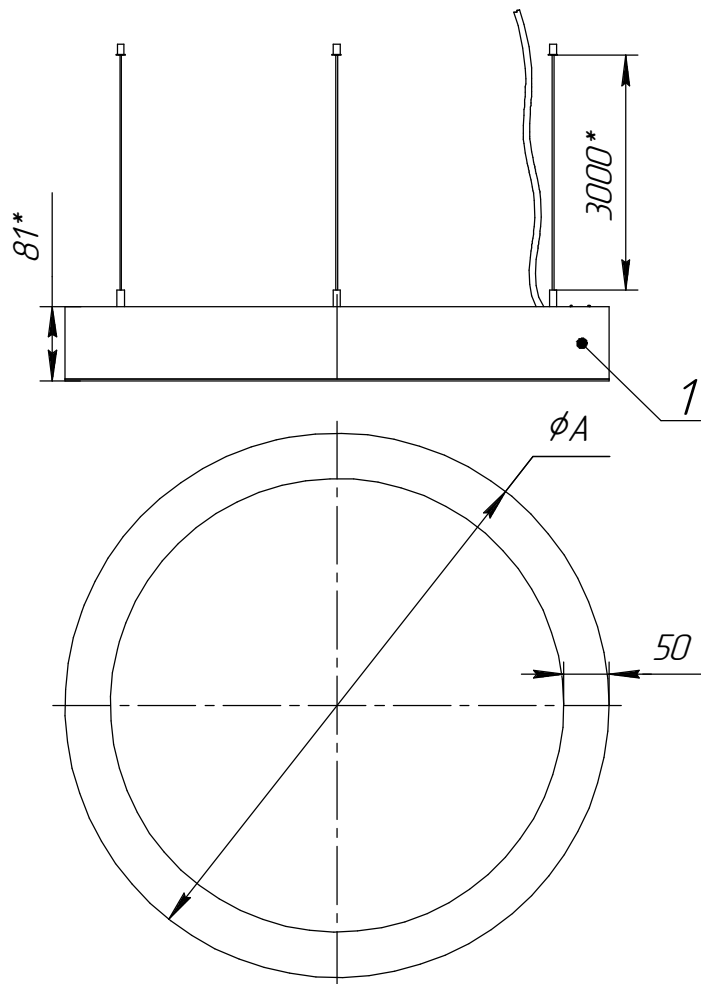

Рисунок 1 - Светильники серии ДСО33 Horizon Ring EM3 v2
5.15 Снимите защитную пленку с корпуса и рассеивателя поз.1 (рисунок 1).